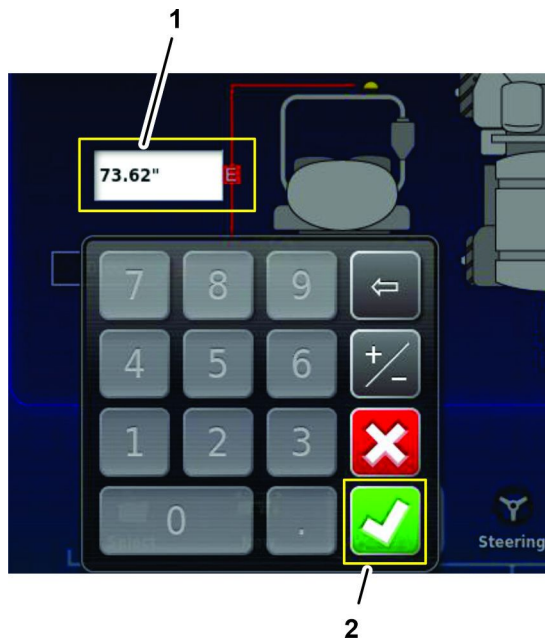

图 193
5. 按卫星接收器与地面图标E用显示屏键盘输入您在 测量车辆几何形状 \(页码 79\) 中记录在车辆几何形状表中的测量值然后按“确认”图标 图 193。